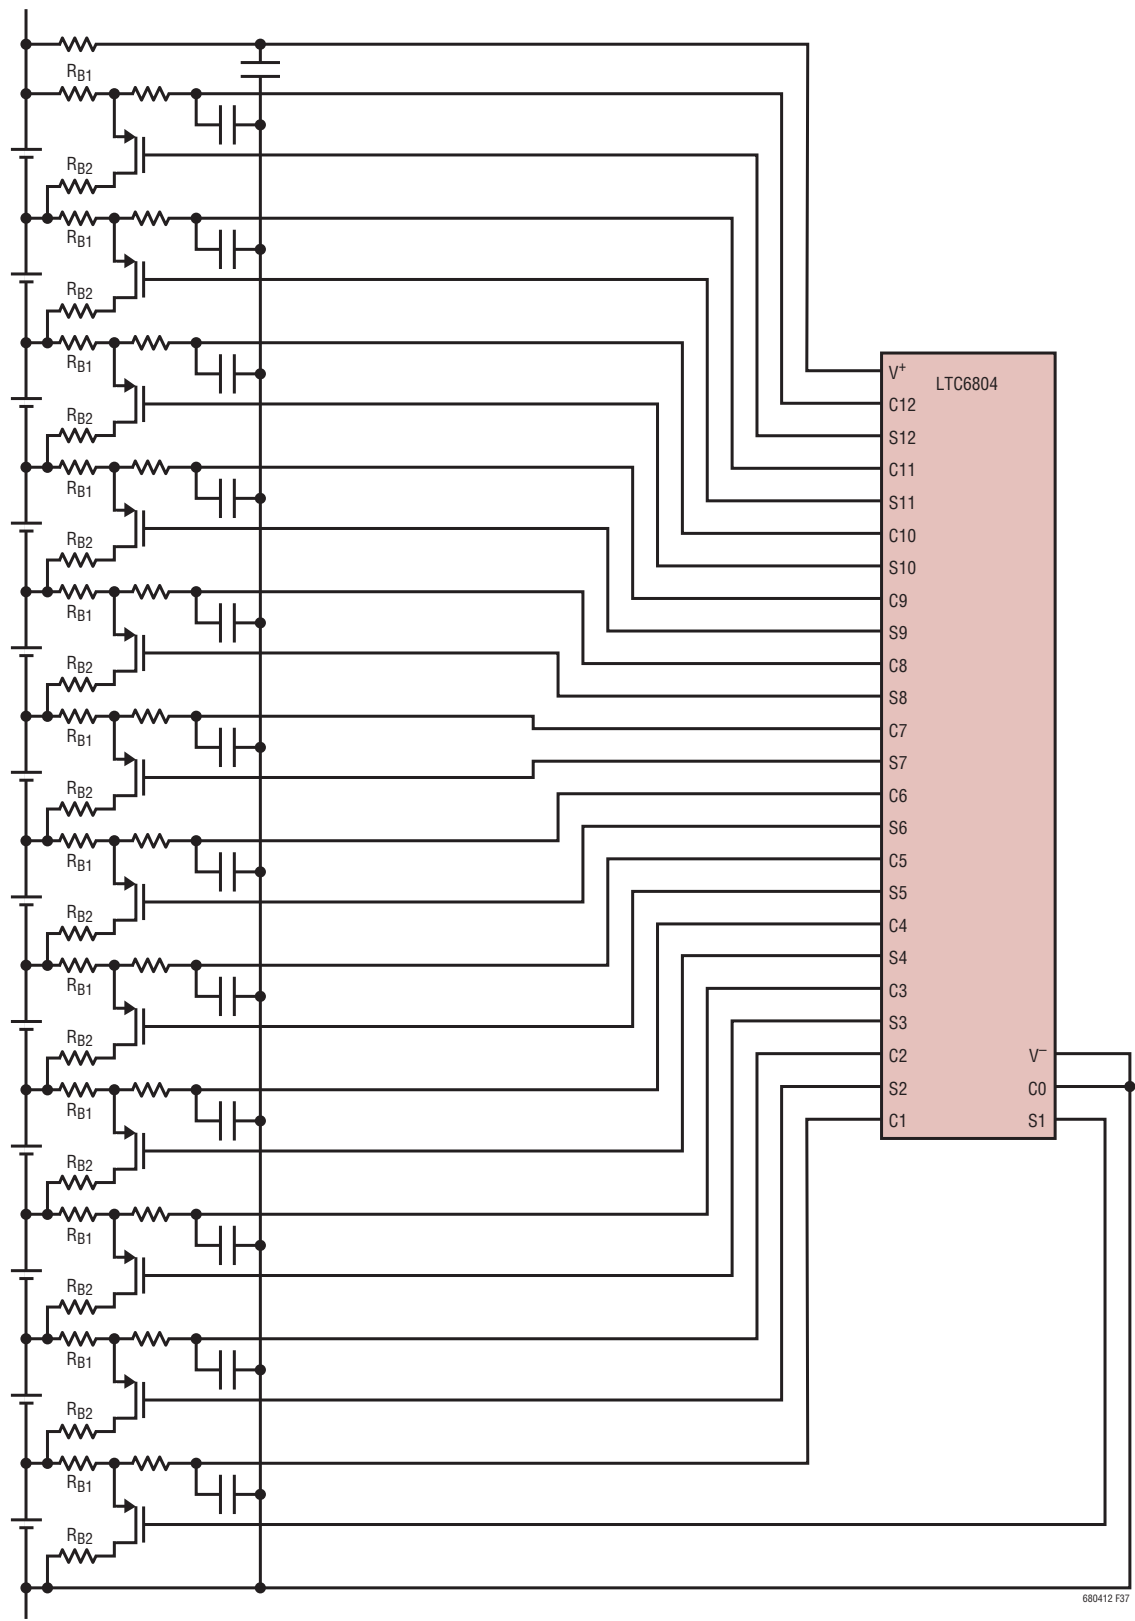

図37. バランシング・セルフ・テスト回路
放電回路の機能は、セルの測定によって最も正しく検証されます。LTC6804 バッテリー・モニタ・デバイスを使用する例を、図37に示します。バッテリーと放電MOSFETのソースの間の抵抗によって、セル電圧の測定値が減少します。測定の変化量は、抵抗値と、その抵抗値に対するMOSFETに応じて変わります。
以下のアルゴリズムを、図37と合わせて使用できます。
18. 新しい読み出し値と古い読み出し値を比較する。各セル電圧の読み出し値は、 R_{B1} と R_{B2} (図37)によって設定された固定の割合で減少している必要があります。正確な減少量は、抵抗値とMOSFETの特性によって変わります。